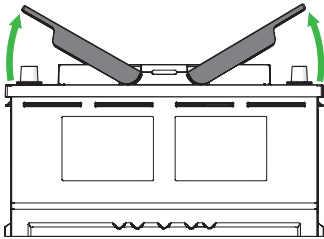

Abbildung 10. Heben Sie die Griffe um 30° an
- a) Heben Sie die Griffe um 30° an. (Abbildung 10)